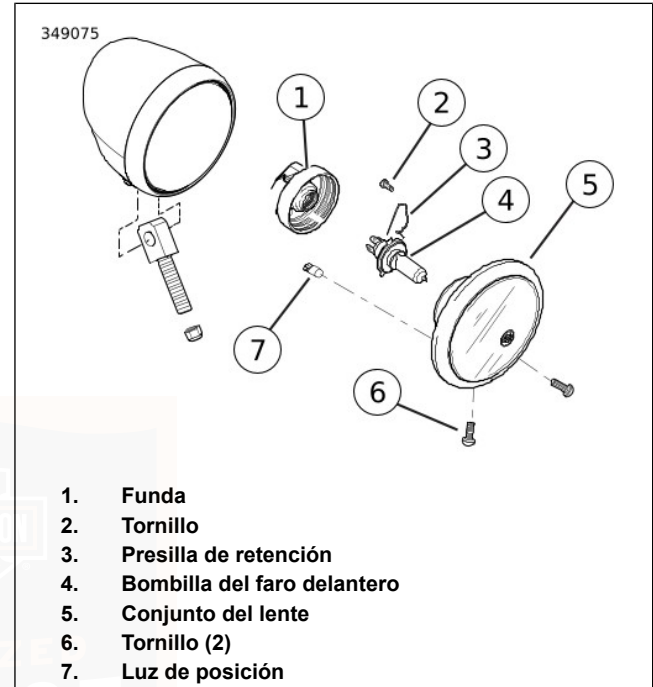
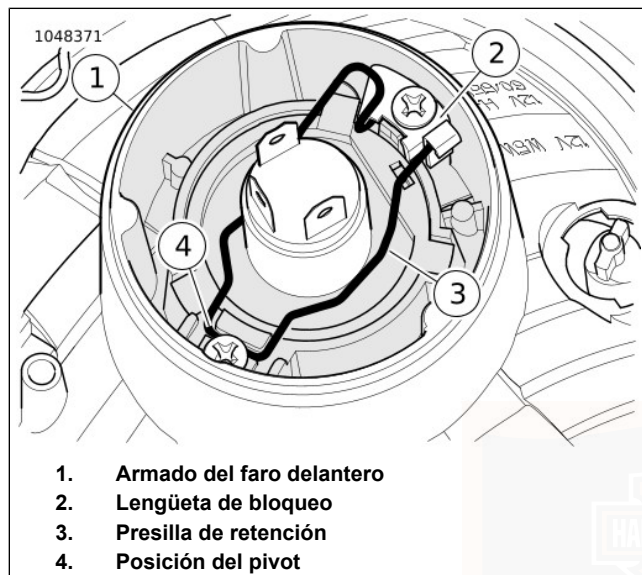
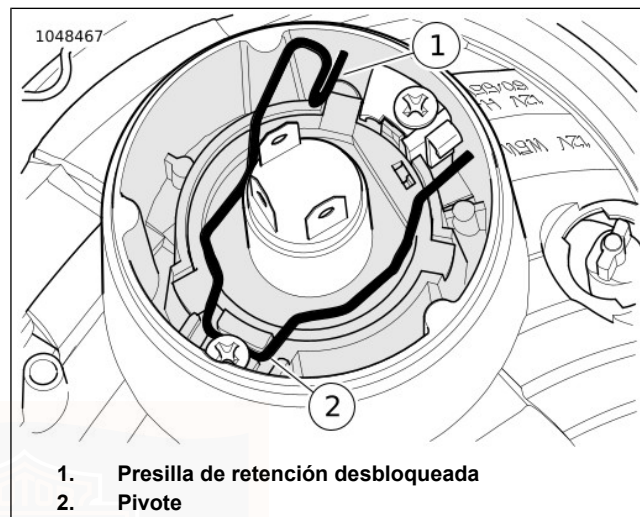

Figura 55. Bombilla del faro delantero
Figura 56. Presilla de retención de faro delantero bloqueado
Figura 57. Presilla de retención desbloqueada
3. Vea la Figura 55. Retire el conjunto del lente (5).
- a. Quite los tornillos (6).
4. Quite la funda (1).
5. Vea la Figura 56. Desbloquee la presilla de retención (3).
- a. Presione sobre la presilla de retención a ambos lados de la lengüeta de bloqueo (2).
- b. Vea la Figura 57. Mueva la presilla de retención hacia afuera a las posiciones desbloqueadas (1).
1. Vea la Figura 55. Instale la bombilla del faro delantero (4).
- a. Alinee las lengüetas de la bombilla del faro delantero con las lengüetas en el conjunto del lente (5).
- a. Vea la Figura 57. Haga girar la presilla de retención hacia abajo 45°.
3. Vea la Figura 55. Instale el conjunto del lente (5).
- a. Coloque la funda (1).
- c. Instale el conjunto del lente (5).
- d. Instale los tornillos (6). Ajuste.